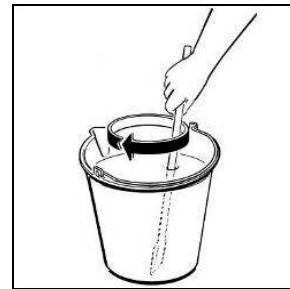

Fig. 4
- Dans un récipient à part, diluer et mélanger le sirop avec de l'eau, selon les indications du fabricant (voir figure 4); ne jamais verser de poudres sèches, de cristaux ou de sirop concentré directement dans le bac vide.